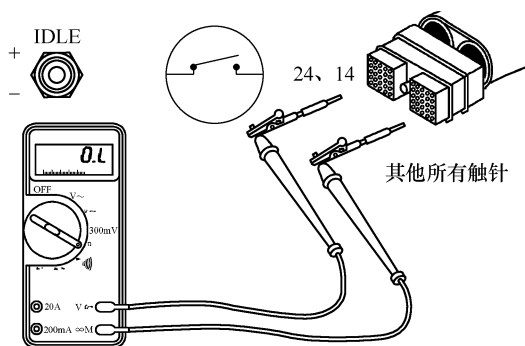

图 5-213 分别测量触针 24、14 与插头中
③ 检查怠速/诊断增加导线(在触针 14 上)是否对地短路，应按照上述的检查怠速/诊断减小导线的相同步骤进行。
(3) 检查触针之间是否短路 分别测量 OEM 线束插头的触针 24、14 与该插头中其他所有触针之间的电阻(图 5-213)，万用表应显示开路，电阻应大于 100k Ω 。如果电路不是开路，则说明触针 24 或触针 14 的连接导线与任何显示闭路的触针之间存在短路，应维修或更换 OEM 线束导线。